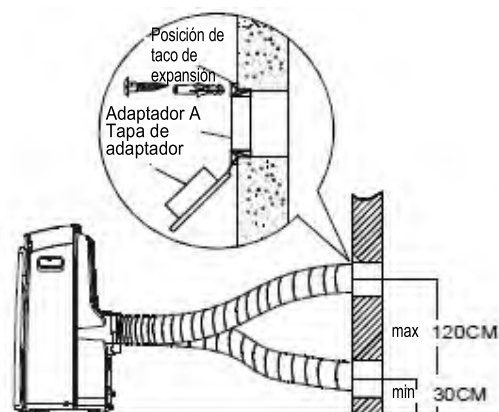

Fig. 18
1. Prepare un agujero en la pared. Instale el adaptador A de escape de pared en la pared (exterior) usando 4 tacos de expansión y tornillos de madera, asegúrese de fijar bien. (Véase la Fig. 18)